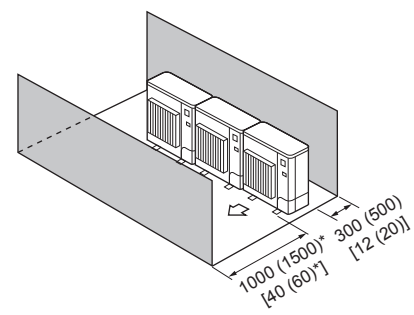

Fig. 2-15
- ④ Obstacles uniquement à l'avant et à l'arrière (Fig. 2-15)